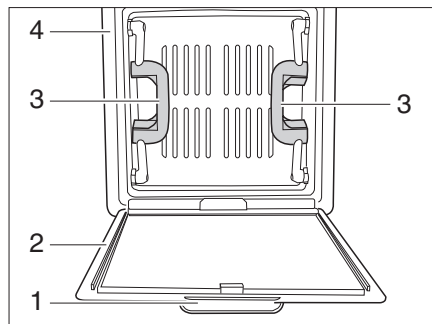

Fig. 46 Lanterneau à poussoirs (variante 2)
- Tirer la moustiquaire (Fig. 46,2) vers le bas en la maintenant par la poignée (Fig. 46,1). La moustiquaire se rabat vers le bas.
- Saisir les deux poignées du lanterneau (Fig. 46,3) et le pousser vers le haut.
- Rabattre la moustiquaire vers le haut et l'enclencher au niveau du cadre (Fig. 46,4).
- Saisir les deux poignées du lanterneau (Fig. 46,3) et le tirer énergiquement vers le bas.